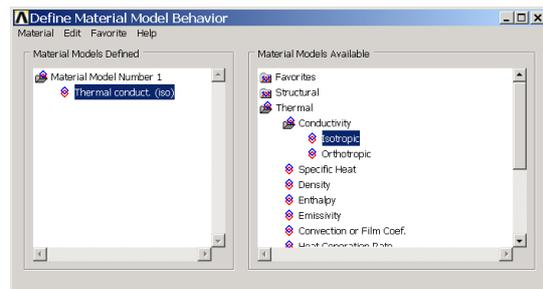

图4.82 定义材料参数
(3) 单击 Main Menu>Preprocessor>Material Props>Material Models 菜单，弹出如图 4.82 所示的对话框，在右侧的列表框中选择【Thermal】|【Conductivity】|【Isotropic】菜单项。